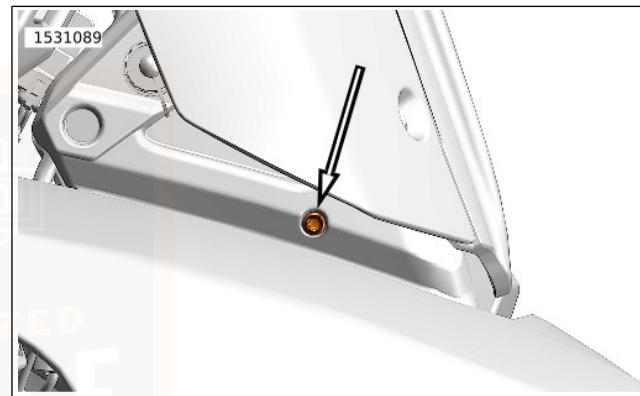

Abbildung 82. Schräglagenlichtschraube (Abbildung zeigt rechte Seite)
1. Siehe Abbildung 82. Die Schrauben der Schräglagenleuchte lösen.
3. Siehe Abbildung 82. Die Schrauben anziehen.